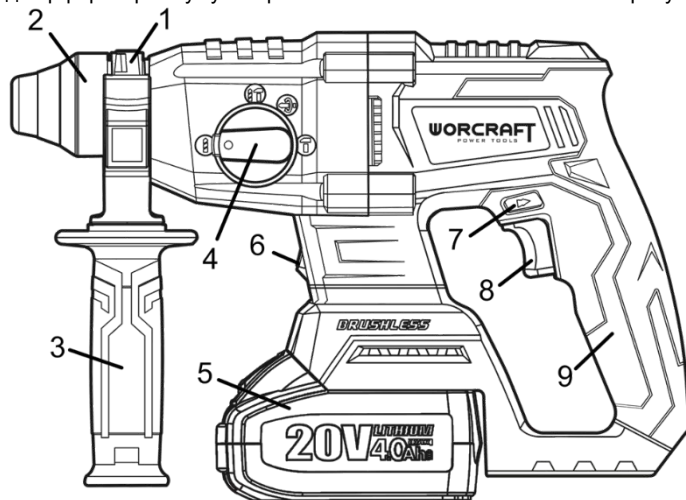
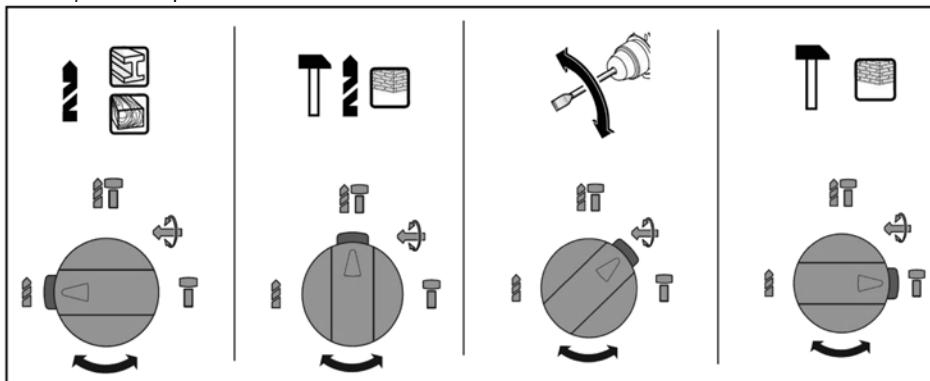

Рисунок 1
Рисунок 2
3.5 Після встановлення змінного інструменту завжди перевіряйте надійність його кріплення – спробуйте витягти його без відведення кільця патрона. Щоб витягти змінний інструмент з патрона необхідно відвести кільце патрона (2, рисунок 1) у бік передньої рукоятки (3, рисунок 1).
4.1 Після під'єднання акумуляторної батареї, виберіть необхідний режим роботи виробу за допомогою перемикача (дивіться рисунок 2). Перемикач режимів роботи виробу здійснюється поворотом перемикача (4, рисунок 1) з одного положення в інше, відповідно символу режиму роботи:
4.2 Для увімкнення виробу натисніть на пускову клавішу (8, рисунок 1) з необхідним зусиллям для відповідної швидкості обертання двигуна. Для вимкнення виробу достатньо відпустити пускову клавішу.